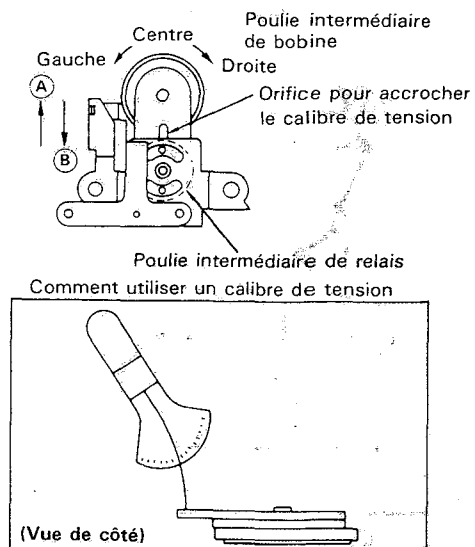

Figure 1-10.
2. Placer la poulie intermédiaire de bobine à la position centrale, comme indiqué dans la Fig. 1-10.